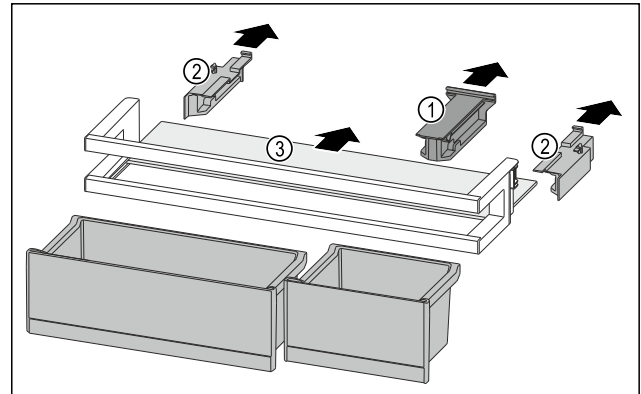

Fig. 131
- ▶ Halteteil Fig. 131 (1) abziehen.
- ▶ Seitenteile Fig. 131 (2) abziehen.
- ▶ Abstellfläche Fig. 131 (3) entnehmen.